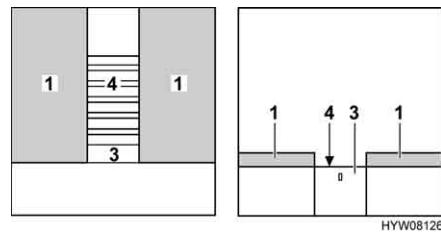

Bild 135 Under ombyggnaden
- Om utdragningsanordningen (Bild 135,3) har en spärr: Fatta tag bakom kanten och frigör utdragningsanordningen.
- Dra ut ribbotten (Bild 135,4) resp. förlängningen med utdragningsanordning helt.